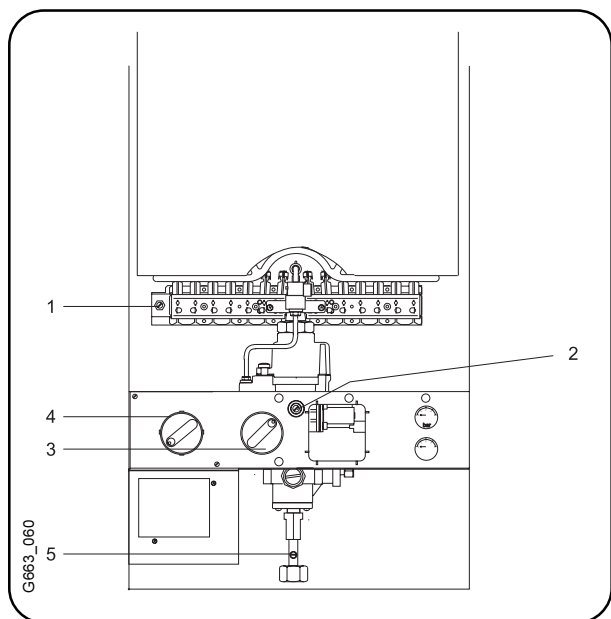

Fig. 11
1. Retirar la tapa de protección precintada (pos. 2, fig. 11), situada encima de el tornillo de regulación de gas.
2. Desenroscar el tornillo de cierre (pos. 1, fig. 11), y conectar el manómetro tubular en U.
4. Colocar el regulador (pos. 4, fig. 11) a pos. "7".
5. Tomar la presión de boquilla indicada para la potencia seleccionada de la tabla 2 pag. 11, teniendo en cuenta el tipo de aparato. Regular la presión de boquilla, por medio del tornillo de regulación de gas (pos. 2, fig. 11), en izquierda mas gas, en derecha menos gas.
6. Cerrar la llave de paso de gas, quitar el manómetro tubular en U y apretar el tornillo (pos. 1, fig. 11).
7. Soltar el tornillo de cierre (pos. 5, fig. 11), y conectar el manómetro tubular en U en la toma de medición.
8. Abrir la llave de paso de gas y poner en funcionamiento el aparato. Colocar el regulador (pos. 4, fig. 11) en posición "7".
11. Cerrar la llave de paso de gas, desmontar el manómetro tubular en U y atornillar fuertemente el tornillo de junta (pos. 5, fig. 11).
12. Precintar la chapa (pos. 2, fig. 11) encima de los tornillos de ajuste de gas.
1. Retirar la tapa de protección precintada (pos. 2, fig. 11), situada encima del tornillo de regulación de gas.
3. Colocar regulador (pos. 4, fig. 11) en pos. "7".
4. Tomar el caudal de gas (l/min.) indicado para "la potencia exigida" de la tabla 2 pag. 11. Regular el caudal de gas mediante el contador en el tornillo de regulación de gas (pos. 2, fig. 11). En izquierda más y en derecha menos gas.
6. Quitar el tornillo de junta (pos. 5, fig. 11), y conectar el manómetro tubular en la toma de medición.
9. Cerrar la llave de paso de gas, retirar el manómetro tubular y apretar fijamente el tornillo de junta (pos. 5, fig. 11).
11. Cerrar la llave de paso de gas, retirar el manómetro tubular y apretar el tornillo de junta (pos. 5, fig. 11).